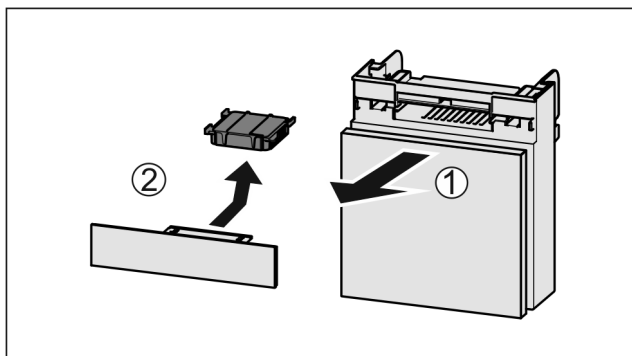

Fig. 118
- ▶ Pretinac izvucite Fig. 118 (1) prema naprijed.
- ▶ Izvadite filter s aktivnim ugljenom Fig. 118 (2).